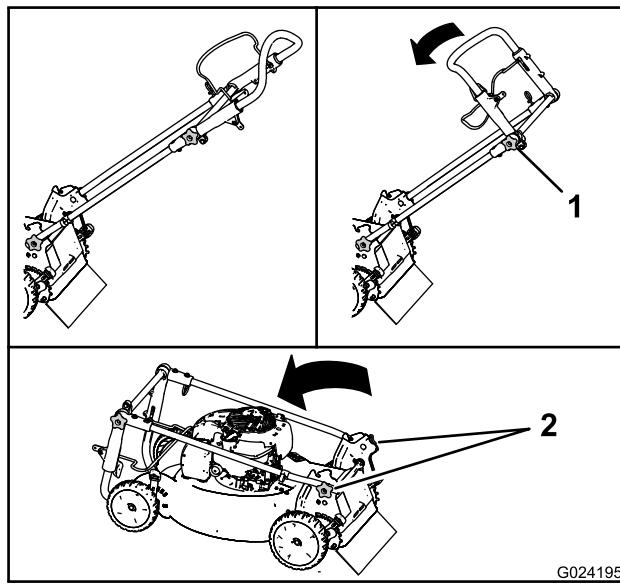

Figura 27
1. Allentate la manopola della sezione superiore della stegola (Figura 27).
2. Allentate le manopole della stegola finché non riuscite a muovere liberamente la stegola stessa (Figura 27).
3. Piegate la stegola in avanti come mostrato nella Figura 27.